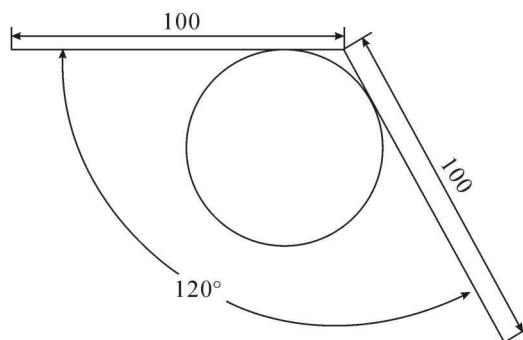

图 2-1
**例 1** 做两条长 100、夹角为  $120^\circ$  的线段，用两点加半径的方式画一个与它们相切且半径为 30 的圆，如图 2-1 所示。